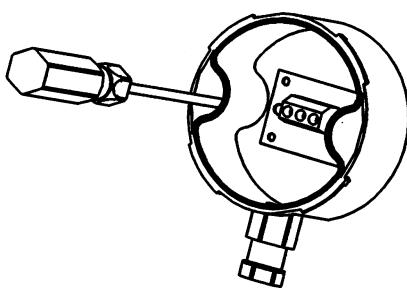

Figure 5 - Figur 5
- 2 - Identify a suitable position for fixing the probe to the wall and mark the distance between the centres for the holes (fig. 5).
2 - Find en passende placering til føleren på muren, og markér afstanden mellem hullernes midtpunkter (fig. 5).